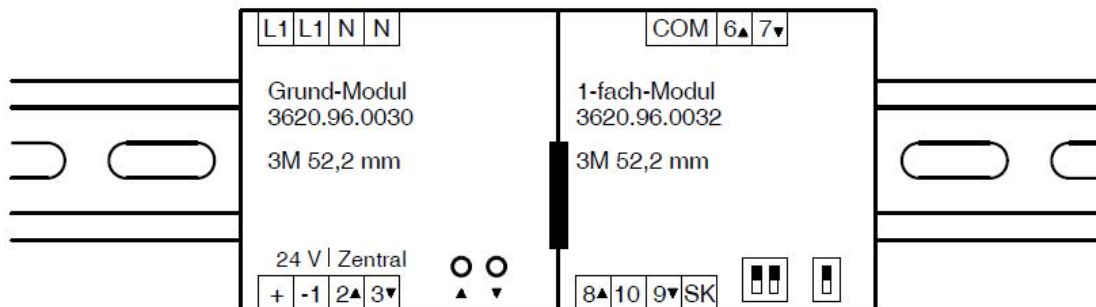

Bild 2
4.2.1. Anschluss mit Grundmodul (3620.96.0030) Bild 2